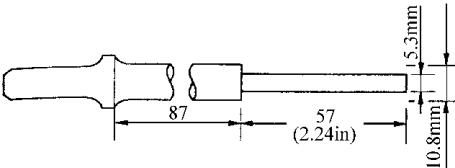

图 2-118 气门导管冲头
2) 如图 2-118 所示，使用按气门导管直径改装的、市面上可购买到的气动气门导管冲头。在大多数情况下，使用该专用工具及一把普通锤子就可完成同样的操作。